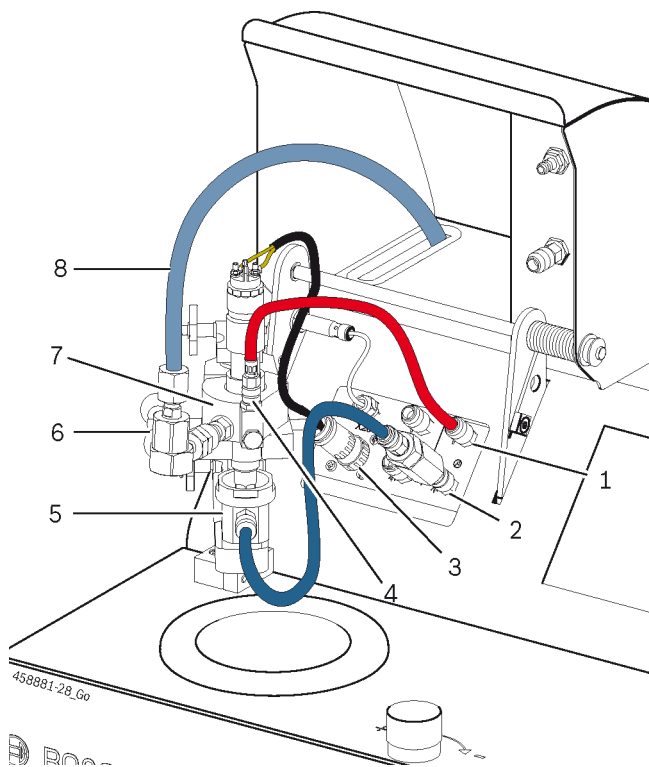

Рис. 39. Схема подсоединения форсунки CRIN
i Перед установкой топливopриемной камеры (рис. 39, поз. 5) на инжектор выполните «проверку герметичности».
2. Подсоедините испытательный переходник к инжектору CRIN (рис. 39, поз. 7); для получения дополнительной информации см. раздел 3.6.10.
4. Подсоедините шланг высокого давления при помощи соединительного переходника (рис. 39, поз. 6, 8) к инжектору CRIN.
5. Подключите шланг 1 680 712 360 к возвратному соединению инжектора CRIN (рис. 39, поз. 4) и к «соединению для измерения возвращаемого объема» (рис. 39, поз. 1) на EPS 205.
6. Подсоедините адаптерный кабель (1 684 465 576) к инжектору CRIN и к «гнезду» (рис. 39, поз. 3).
7. Вставьте впускной фильтр в «соединение для измерения объема впрыскиваемого топлива» (рис. 39, поз. 2).
i После «проверки герметичности» установите топливopриемную камеру на инжектор, а шланг 1 680 712 362 подсоедините к быстроразъемной муфте топливopриемной камеры и через впускной фильтр к «соединению для измерения объема впрыскиваемого топлива» (рис. 39, поз. 2).